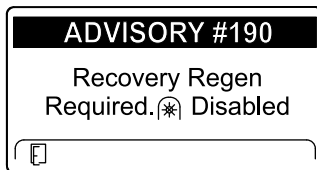

Bild 59
- Recovery regeneration required – power takeoff disabled ADVISORY #190 (Bild 59)